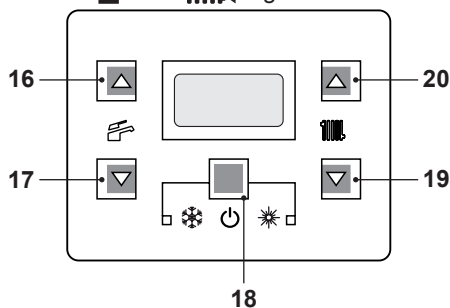

Figura 6.6
- Tenere premuto per 2 secondi il tasto 18 fino a far apparire sul display entrambe i simboli  e . Figura 6.6.
- Spegnere la caldaia tenendo premuto per 2 secondi il tasto 18 (Figura 6.6) fino a far apparire sul display LCD il simbolo  (Figura 6.5).